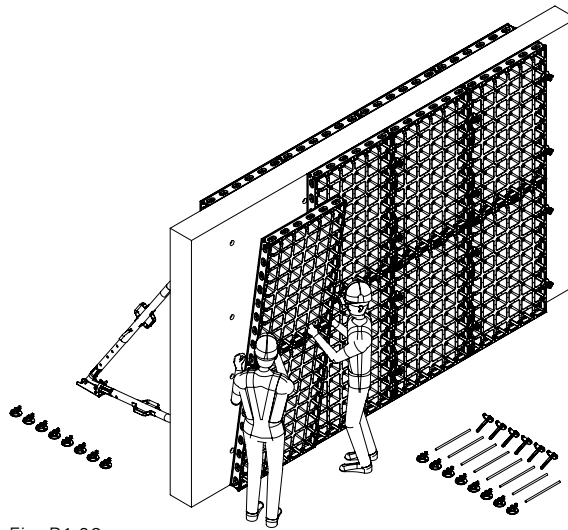

Fig. B1.09
3. Per separare le diverse coppie di pannelli, rimuovere gli ancoraggi, i connettori DUO o eventuali altri componenti che le uniscono in corrispondenza del giunto lungo. (Fig. B1.09)